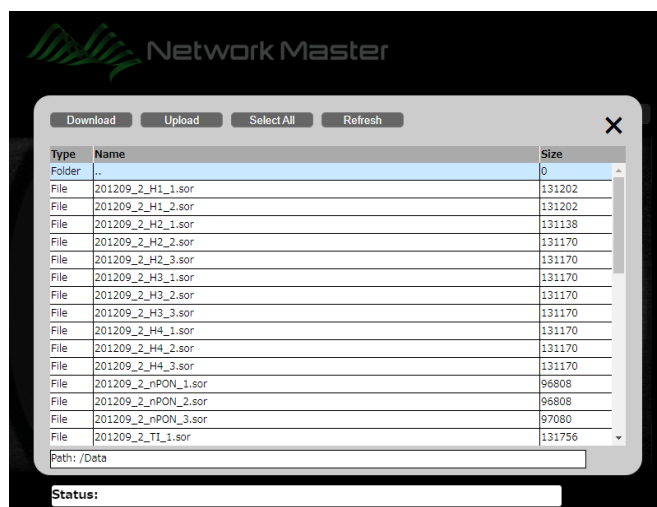

図10.4-5 リモート GUI (フォルダ)
3. フォルダを変更する場合は、Type が Folder になっている名前をクリックします。ファイルメニューには選択したフォルダが図10.4-5に表示されます。